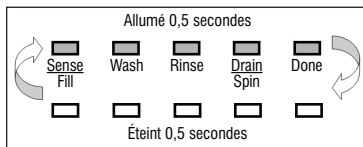

Figure 2 - Les témoins DEL clignotent d'allumé à éteint
- Tourner le bouton sélecteur de programme jusqu'à ce que les témoins DEL clignotent d'allumé à éteint (voir figure 2, page 30).